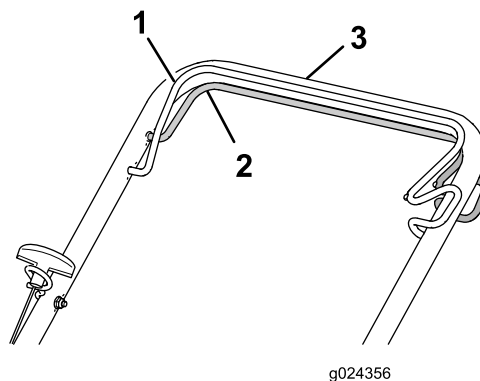

Figure 17
- **Pour engager l'autopropulsion :** serrez et maintenez la barre de commande d'autopropulsion contre le guidon (Figure 17).